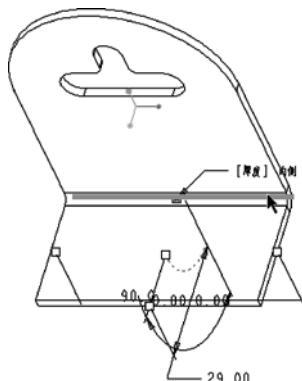

图 5-9 选择连接边
(1) 在功能区“模型”选项卡的“形状”组中单击  (平整) 按钮, 打开“平整”选项卡。
(2) 选择钣金件背面上的一条边 (见图 5-9), 系统默认的薄壁形状为矩形, 折弯角度默认为 90° 。